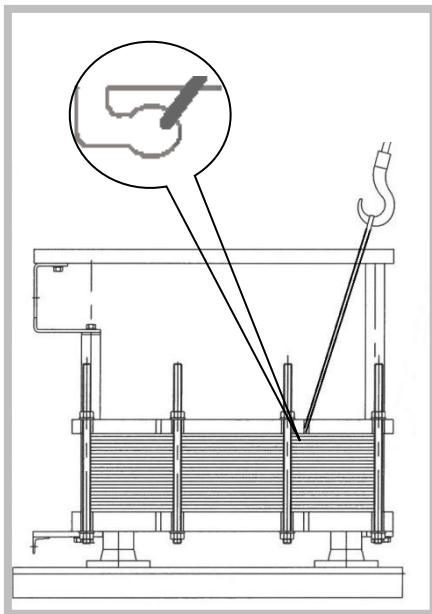

Figura 25
2. Fije los medios de sujeción apropiados en los ojales de enganche previstos en las placas del bastidor. (Figura 25). No utilizar eslingas de cadena. El ICP puede resultar dañado y resbalar.